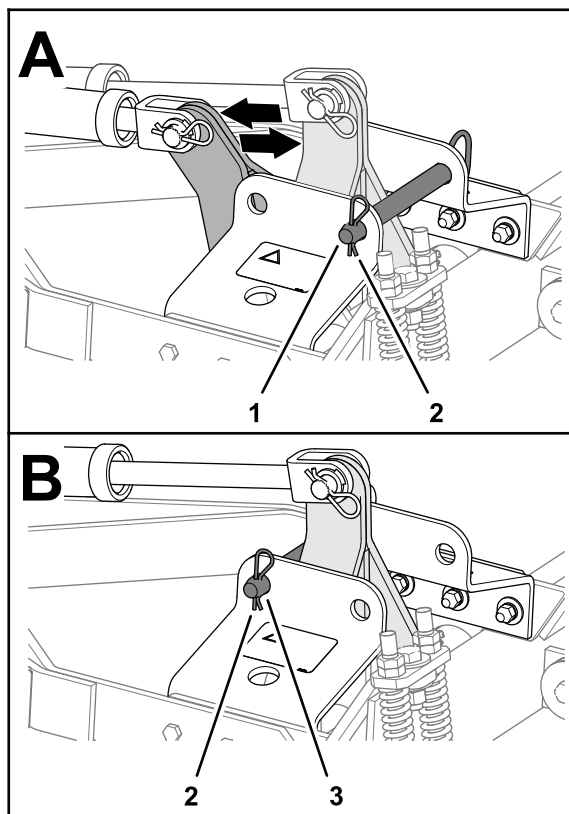

Рисунок 22
2. Извлеките игольчатый шплинт и переместите стопорный штифт в задние отверстия (положение хранения / аэрации) кронштейна стопорной штанги, зафиксируйте стопорный штифт в кронштейне игольчатым шплинтом (Рисунок 22).
7. Извлеките игольчатый шплинт и переместите стопорный штифт в передние отверстия (положения транспортировки) кронштейна стопорной штанги, зафиксируйте стопорный штифт в кронштейне игольчатым шплинтом (Рисунок 22).